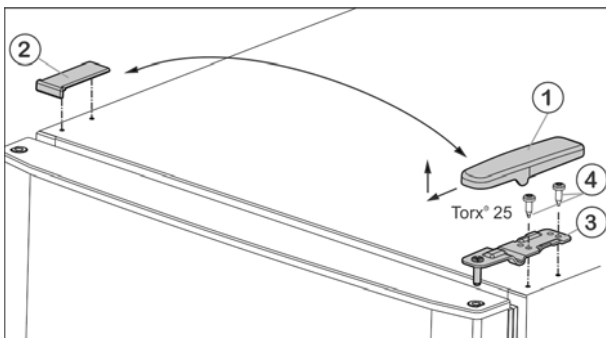
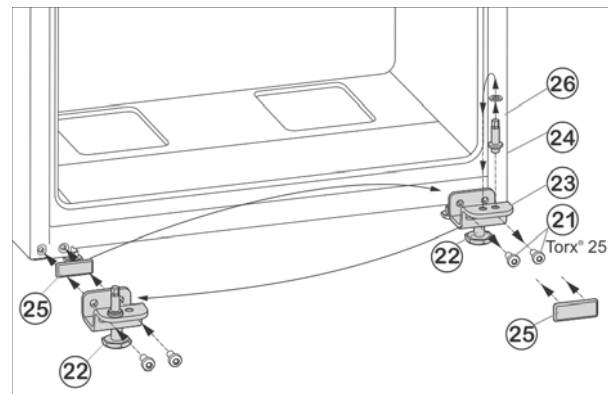

Fig. 5
Fig. 7
- ▶ Потяните крышку Fig. 5 (1) вперед и вверх.
- ▶ Снимите крышку Fig. 5 (2).
- ▶ Открутите верхний опорный кронштейн Fig. 5 (3) (2 шт. Torx® 25) Fig. 5 (4) и вытяните вверх.
- ▶ Открутите крепежные винты Fig. 7 (21).
- ▶ Снимите нижний опорный кронштейн Fig. 7 (22) вместе с опорным пальцем Fig. 7 (24), шайбой Fig. 7 (26) и регулируемой опорой Fig. 7 (22).
- ▶ Открутите опорный палец Fig. 7 (24) вместе с шайбой Fig. 7 (26) и, переставив в отверстие на противоположной стороне опорного кронштейна, снова прикрутите.
- ▶ Аккуратно снимите защитную пластину Fig. 7 (25) и переставьте ее на противоположную сторону.
- ▶ Прикрутите нижний опорный кронштейн Fig. 7 (23) вместе с опорным пальцем Fig. 7 (24), шайбой Fig. 7 (26) и регулируемой опорой Fig. 7 (22) с другой стороны шарнира **(с моментом 4 Нм)**, при необходимости используйте аккумуляторный шуруповерт.
- ▶ Установите нижнюю дверцу сверху на опорный палец Fig. 7 (24).
- ▶ Вставьте средний опорный кронштейн (13) с поворотом на 180° в нижнюю дверцу и прикрутите с помощью крепежных винтов (11) (2 шт. Torx® 25) на новую сторону шарнира **(с моментом 4 Нм)**.
- ▶ Снова установите пластиковую шайбу (10).
- ▶ Установите верхнюю дверцу на средний опорный кронштейн (13).
- ▶ Установите верхний опорный кронштейн Fig. 5 (3) на новой стороне шарнира и защелкните в дверце.
- ▶ Привинтите верхний опорный кронштейн **(с моментом 4 Нм)** (2 шт. Torx® 25) Fig. 5 (4). При необходимости используйте аккумуляторный шуруповерт.
- ▶ Наденьте и защелкните крышку Fig. 5 (1) на противоположной стороне снаружи.
- ▶ Также наденьте сверху и защелкните крышку Fig. 5 (2) на противоположной стороне.
- ▶ Выверните регулируемую опору Fig. 7 (22) на нижнем опорном кронштейне Fig. 7 (23) до ее соприкосновения с полом.